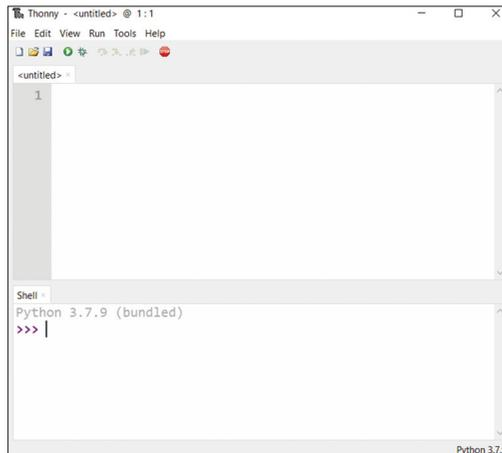

Figure 2.4 : écran de démarrage de Thonny sur PC.
- L'écran de démarrage de Thonny sur PC est illustré à la **figure 2.4**.